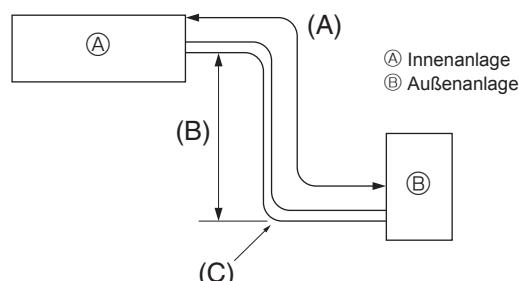

Fig. 4-1
4.1. Rohrleitung für Kältemittel (Fig. 4-1)